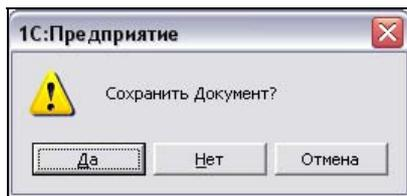

Рис. 3.12. Запрос на сохранение документа
- Нажатие кнопки **Закрыть** выведет запрос о сохранении документа (рис. 3.12).